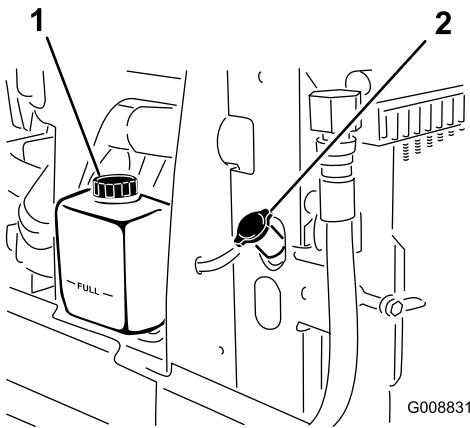

Bild 77
1. Schrauben Sie den Kühlerdeckel und den Deckel vom Ausdehnungsgefäß vorsichtig ab (Bild 77).